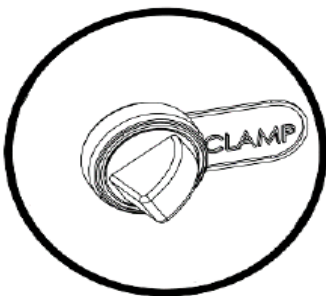

Abb. 31: Öffnen der Klemmen
Schritt 3: Das gewünschte Maß einstellen und die Platte bis zum Anschlag herschieben (Abb.31).